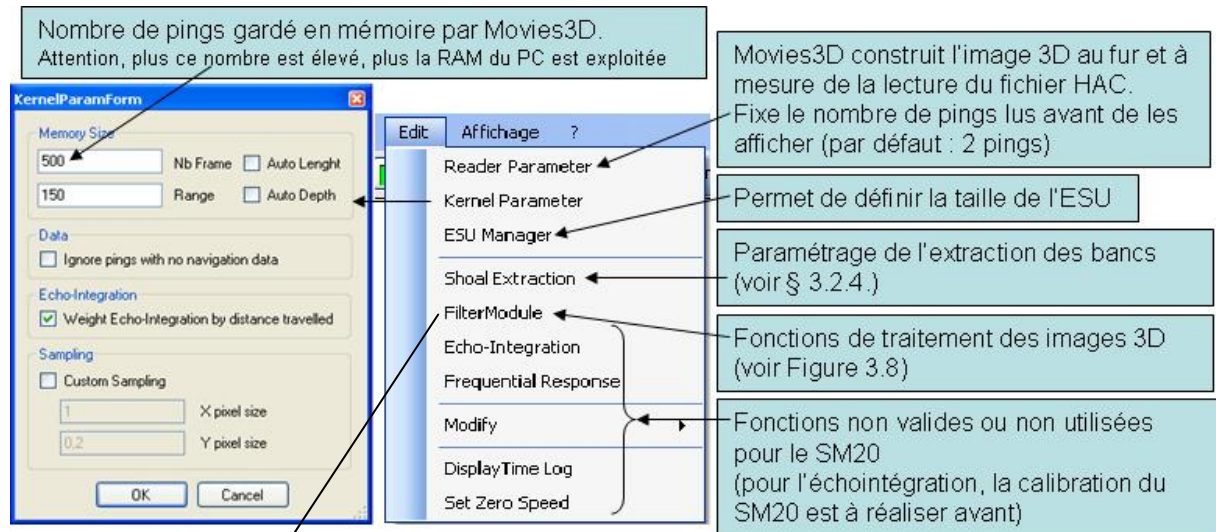

Figure 3-7
A-2 : Figure 3-7 et 3-8
* Le plus rapide est de désactiver l'affichage 3D (décrocher la case à gauche de sounder dans le cadre A : voir A-5) et d'effectuer la lecture des pings (jusqu'à un nombre de ping inférieur à la capacité de mémorisation fixée par l'opérateur afin d'éviter de perdre les pings du début : voir A-2 champ « Memory Size », figure 3-7). A tout moment lors de la lecture, l'opérateur peut faire une pause, réactiver la visualisation 3D et la régler en fonction de ses besoins en jouant, à partir du cadre B, sur les champs « Number of PingFan » et « Shift » pour afficher le nombre de pings voulu et effectuer les retours en arrière. Les manipulations de l'image 3D (rotation, zoom) se font à partir du menu « Affichage / 3d View / Camera Settings ».